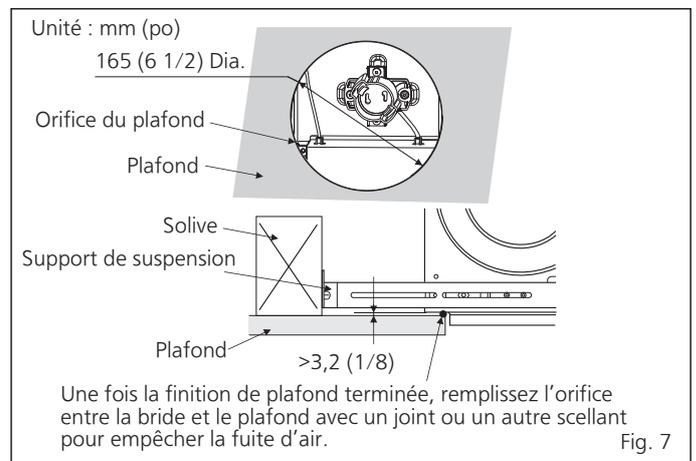

Fig. 7
- Terminez la finition du plafond. Un orifice circulaire (165 mm (6 1/2 po) de diamètre) doit être découpé dans le plafond. De plus, assurez-vous qu'il y aura un espace (>3,2 mm (1/8 po)) entre le dessous du boîtier du ventilateur et le plafond. (Voir Fig. 7)